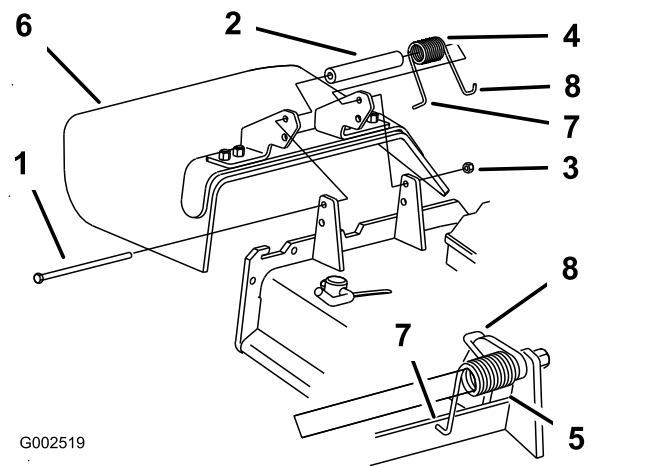

Figura 113
1. Retire a porca de bloqueio, o parafuso, a mola e a cunha que fixam o defletor aos apoios de articulação (Figura 113).
**Nota:** Certifique-se de que a extremidade em L de mola está montada por trás da extremidade da plataforma antes de colocar o parafuso como apresentado em Figura 113
5. Coloque a extremidade em gancho J da mola em torno do defletor de relva (Figura 113).